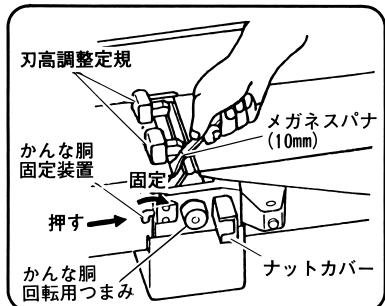

図 44
- (1) かんな胴回転用つまみ（図 44 参照）をまわしてかんな胴の裏刃部が上になる位置にします。
- (2) かんな胴固定装置のレバーを指先で押し、右（図中固定側）にまわしてかんな胴を固定します。
- (3) その後は 27 ページ「1. 自動かんな盤の場合」と同じ要領で取付けます。